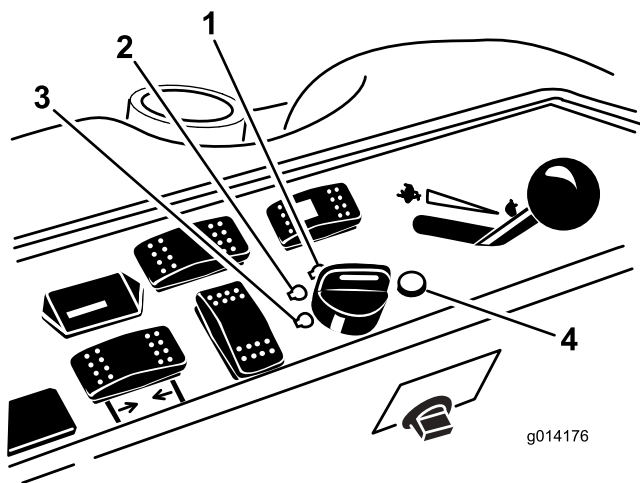

Figure 12
6. Tournez la clé dans le sens horaire en position Contact (Figure 12).
3. Tournez la clé de contact à la position Arrêt (Figure 12). Attendez l'arrêt de toutes les pièces mobiles avant de quitter la position d'utilisation.